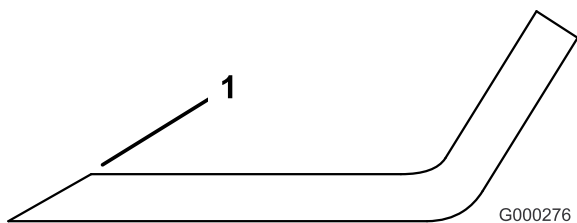

Bild 62
1. Schärfen Sie die Schnittkante an beiden Enden des Schnittmessers mit einer Feile (Bild 62). Behalten Sie den ursprünglichen Winkel bei. Das Schnittmesser behält seine Auswuchtung bei, wenn von beiden Schnittkanten die gleiche Materialmenge entfernt wird.